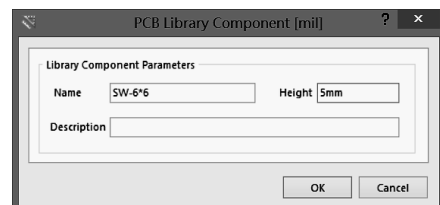

图 9-3-5 重命名元器件
(3) 根据所绘制的元器件参数, 设置元器件属性, 并重命名元器件, 如图 9-3-5 所示。